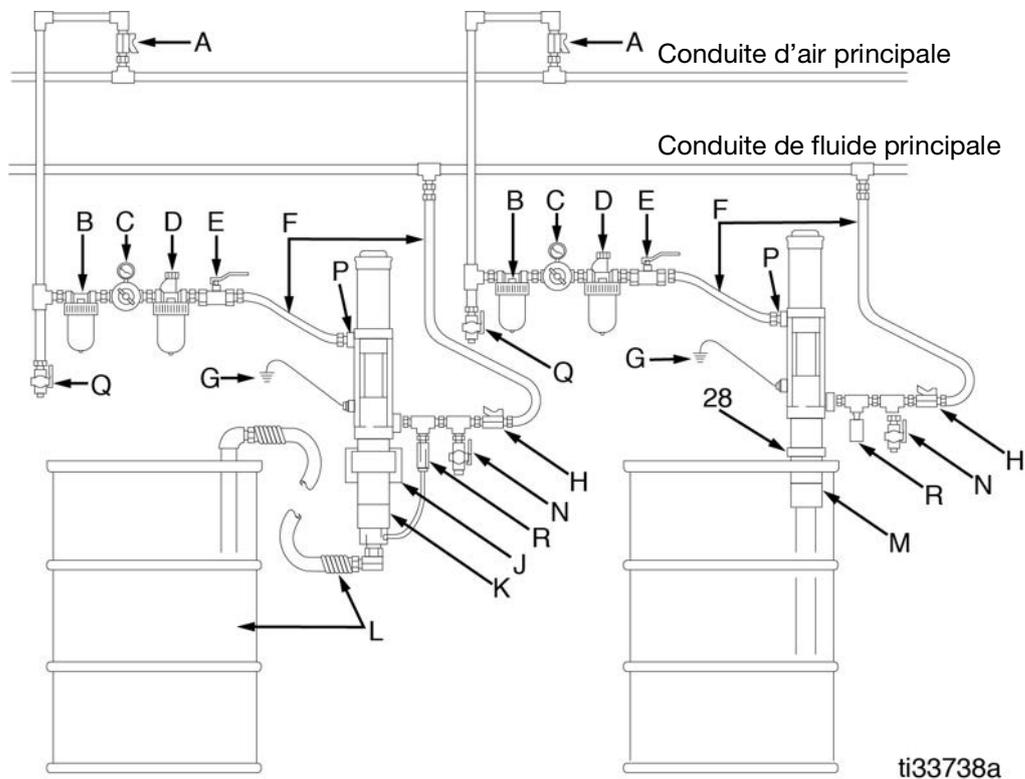

FIG. 1
Installez les accessoires dans l'ordre indiqué dans l'installation type du site FIG. 1. L'installation illustrée dans la FIG. 1 n'est représentée qu'à titre indicatif pour vous aider à sélectionner et installer une pompe, il ne s'agit pas d'un système réel. Contactez votre distributeur Graco pour concevoir un système adapté à vos besoins.
Se reporter au FIG. 1, page 4.
- **Vanne d'air principale de type purgeur (E)** : Utilisez la vanne d'air principale de type purgeur pour libérer l'air emprisonné entre cette vanne et la pompe quand la vanne est fermée. Une vanne d'air principale de type purgeur de 21 bar (2,1 Mpa, 300 psi), 1/4 pouce npt(f) est disponible chez Graco. Commandez la réf. 110223.
- **Kit d'aspiration (L)** : Le kit d'aspiration doit être utilisé avec la pompe universelle murale. Il comprend un tube de fût et un flexible. Commandez la réf. 213099.
- **Lubrificateur du moteur pneumatique (D)** : Un lubrificateur de moteur pneumatique assure la lubrification automatique du moteur pneumatique. Un lubrificateur de moteur pneumatique de 17,4 bar (1,7 Mpa, 250 psi), 1/4 pouce npt(f) est disponible chez Graco. Commandez la réf. 110148.
- **Régulateur d'air et manomètre (C)** : Le régulateur d'air et la jauge sont utilisés pour contrôler la pression d'air et la vitesse de la pompe. Un régulateur d'air de 0-14 bar (0-1,4 MPa, 0-200 psi) et un manomètre à pression régulée dans la plage 21 bar (2,1 MPa, 300 psi) maximum, 1/4 pouce npt(f) sont disponibles auprès de Graco. Commandez la réf. 110147.
- **Filtre à air (B)** : Le filtre à air élimine les saletés et l'humidité néfastes de l'alimentation en air comprimé. Un filtre à air de 21 bar (2,1 Mpa, 300 psi), 1/4 pouce npt(f) (20 micron) est disponible chez Graco. Commandez la réf. 110146.
- **Vannes d'arrêt d'air et de fluide (A et H)** : Installez la vanne d'arrêt d'air (A) et la vanne d'arrêt de fluide (H) comme indiqué à la FIG. 1, page 4, pour isoler la pompe pendant l'entretien.
- **Manchon de raccordement et mamelon à débranchement rapide** : Le manchon de raccordement et le mamelon de débranchement rapide (non représentés) sont utilisés pour débrancher rapidement l'alimentation en air. Fixez le manchon de raccordement (réf. 208536) sur le flexible d'entrée d'air de la pompe et installez le mamelon (réf. 169970) sur l'entrée d'air de la pompe (P).